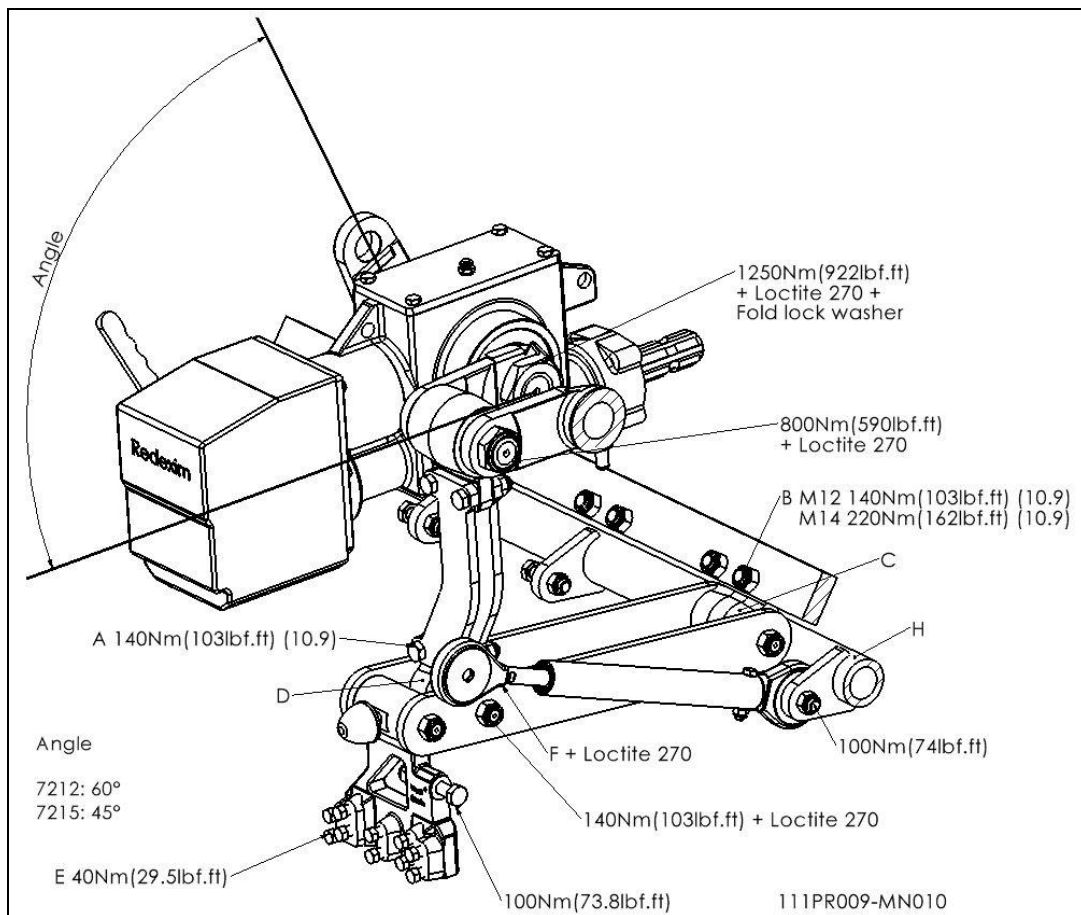

Fig. 8
I bild 8 anges vridmotståndsvärden för de viktigaste bultarna/muttrarna. De bultar/muttrar, för vilka det inte finns några vridmotståndsvärden angivna, ska dras åt till samma värden som bultar/muttrar med samma storlek vars värden anges i bilden. Om bultar/muttrar lossnar av sig själv kan man applicera Loctite på dem.
6. När du har bytt ut vevaxel och/eller lager, sätt tillbaka delarna i samma sekvens som de togs bort. Använd Loctite på de ställen som anges i bild 8.
Om ett element inte längre befinner sig i linje med intilliggande element kan detta korrigeras på följande sätt (se bild 8):